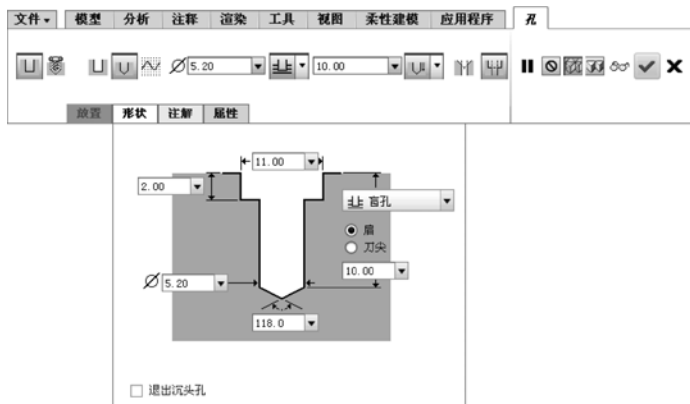

图 5-88 设置孔特征的相关选项及参数
- 2 在“孔”选项卡中设置如图 5-88 所示的相关选项及参数，其中包含在“形状”面板中设置的形状尺寸，如沉孔台阶深度为“2”等。